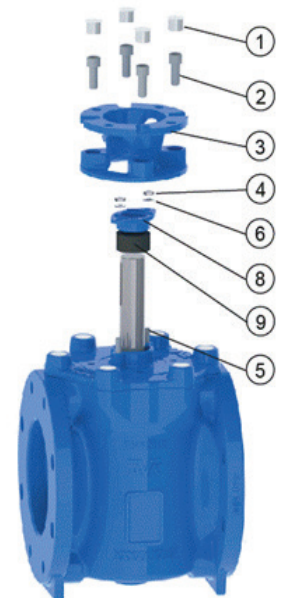

Bild. 15
8.1 Justering av glandtätning, bild 15
2. Dra åt de två packboxmuttrarna (4) på packboxen (8) för att stoppa läckaget.
8.2 Byte av glandtätning, bild 15